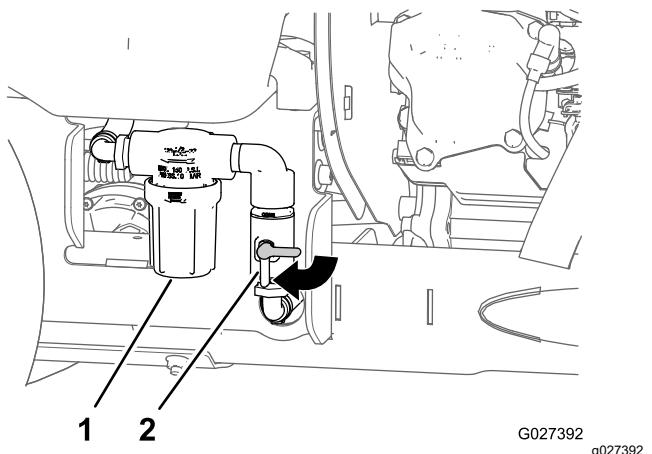

Figura 42
6. Gire la válvula de cierre de la bomba en sentido horario a la posición de ABIERTO (Figura 42).